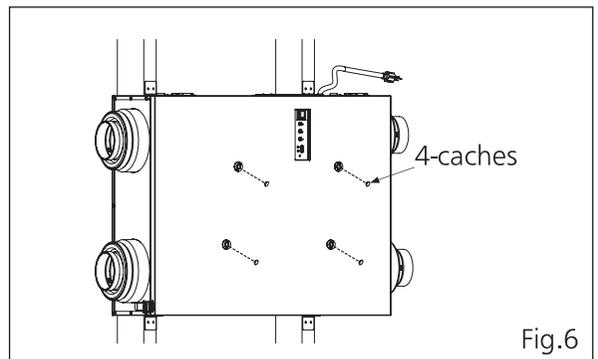

Fig.6
5. Installez les caches dans les bouchons sur le couvercle. (Fig.6)